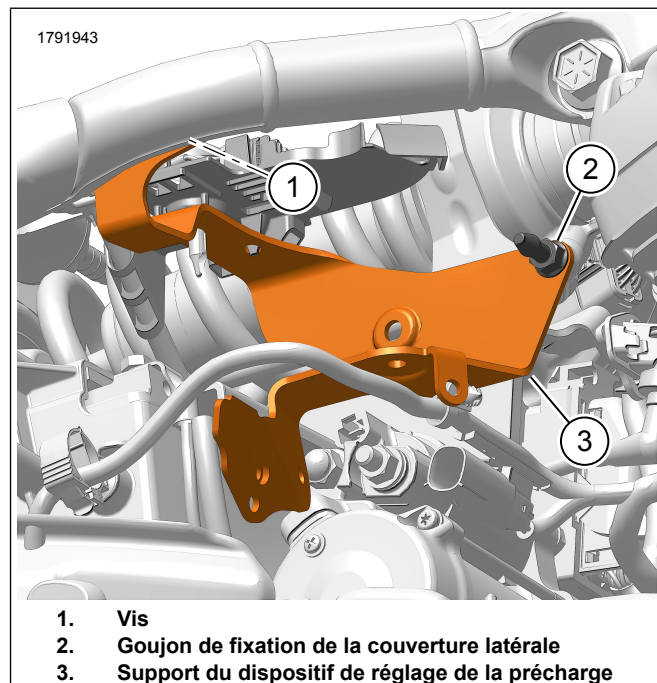

Figure 6. Support SANS module ABS
- f. Installez les attaches de câble (3).
- g. Connectez le connecteur ABS (4).
- a. Voir la Figure 6. Installez un **nouveau** support (3).
- b. Installez les vis (1). Serrer.